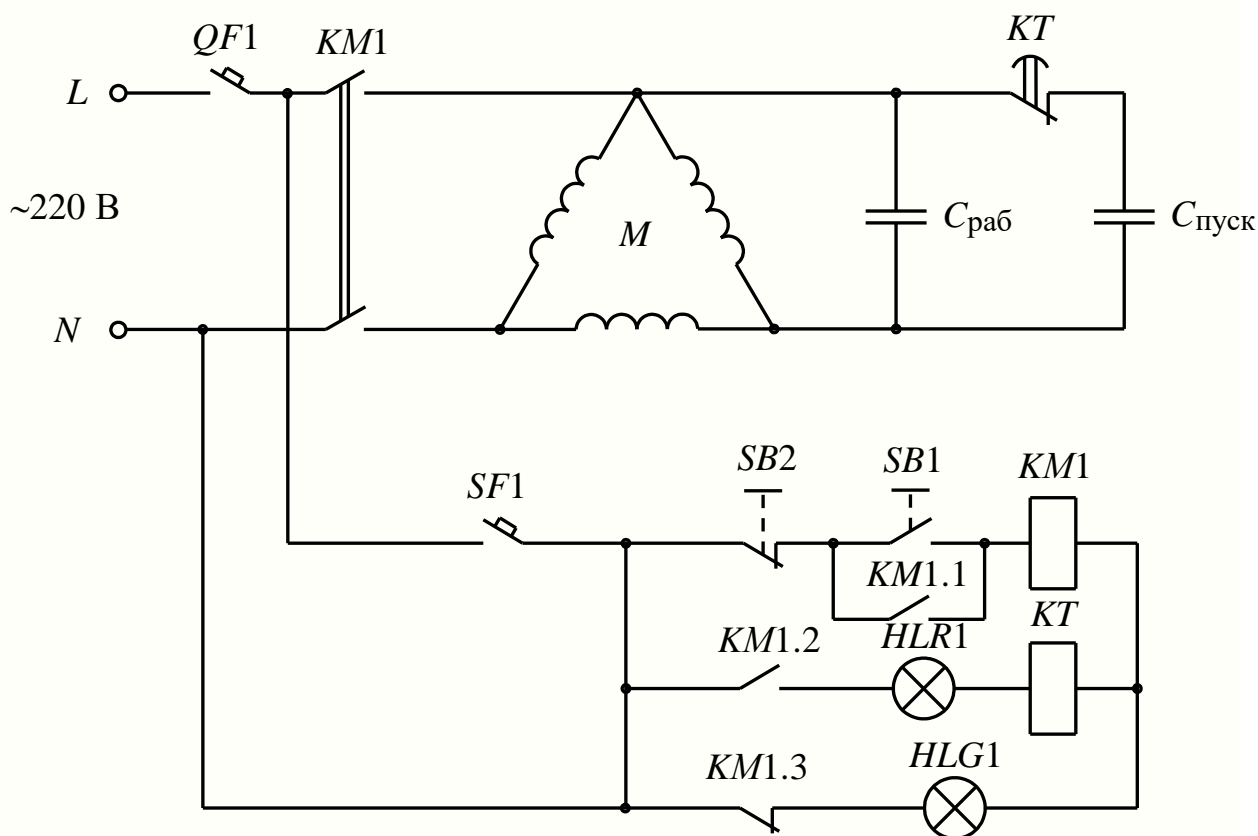

Рис.5.9
2. Собрать электрическую схему согласно рис.5.9 для пуска трехфазного асинхронного двигателя от однофазной сети.